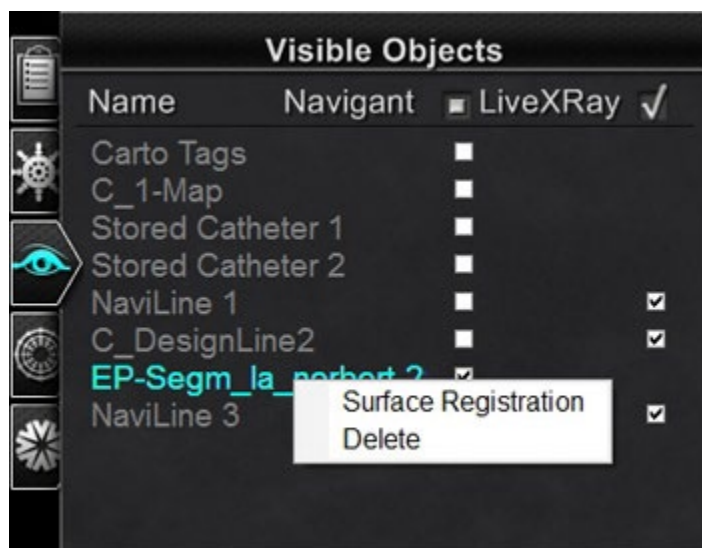

Figure 152. Accès à la boîte de dialogue Enregistrement de surface
2. Sélectionnez **Surface Registration** (Enregistrement de surface) dans le menu contextuel (**Figure 152**).